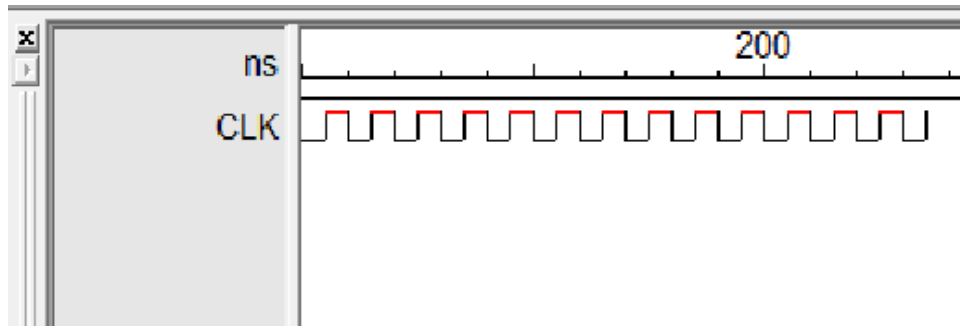
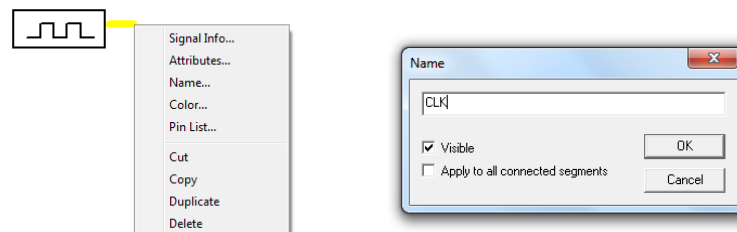

Figura 5.0.5.
Figura 5.0.6.
El generador de reloj simula la generación de una señal periódica con forma de onda cuadrada como la de la Figura 5.0.5.
Para poder visualizar la señal de reloj como en la Figura 5.0.5 hay que realizar las siguientes acciones en el simulador (ver Seminario 5):
- Etiquetar el pin de salida del Generador de Reloj con un nombre (CLK). Para ello, hay que posicionarse con el ratón en el extremo del pin de salida del Generador de Reloj, marcarlo pulsando con el botón izquierdo del ratón (se pone de color amarillo) y, pulsando el botón derecho del ratón, se desplegará el menú de la Figura 5.0.6 (izquierda). Eligiendo la opción *Name* aparece una ventana emergente como la de la Figura 5.0.6 (derecha), dentro de la cual se puede poner el nombre del pin correspondiente (CLK), seleccionando la opción *Visible* para visualizar el nombre elegido. Al pulsar *OK* con el botón izquierdo del ratón se visualizará el nombre del pin tanto en el propio pin como en la ventana *Timing Window* (ver Figura 5.0.5).